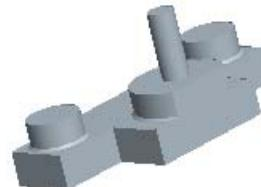

图 14.19 合并面组
(6) 单击**模具**功能选项卡**操作**▼区域中的“复制”按钮。
(7) 单击**模具**功能选项卡**操作**▼区域中的“粘贴”按钮。系统弹出**曲面：复制**操控板。
(8) 在系统弹出的**曲面：复制**操控板中单击按钮。
Step7. 将 Step5 合并的面组与复制面组进行合并，如图 14.19 所示。
(1) 遮蔽参考件。在模型树中右击`HANDLE-FORK_MOLD_REF.PRT`，从系统弹出的快捷菜单中选择**遮蔽**命令。
(2) 将滑块分型面取消遮蔽。在模型树中右击`拉伸 1 [PS_SURF - 分型面]`，从系统弹出的快捷菜单中选择**取消遮蔽**命令。
(3) 按住 Ctrl 键，选取合并面组和上一步创建的复制面组。
(4) 单击**分型面**功能选项卡**编辑**▼区域中的`合并`按钮，系统弹出“合并”操控板。
(5) 在“合并”操控板中单击`/`和`/`按钮，在模型中调整要合并的面组的箭头方向，如图 14.19 所示。
(6) 在操控板中单击**选项**按钮，在“选项”界面中选中`相交`单选项。
(7) 在“合并”操控板中单击按钮。
(8) 在“分型面”选项卡中单击“确定”按钮，完成分型面的创建。